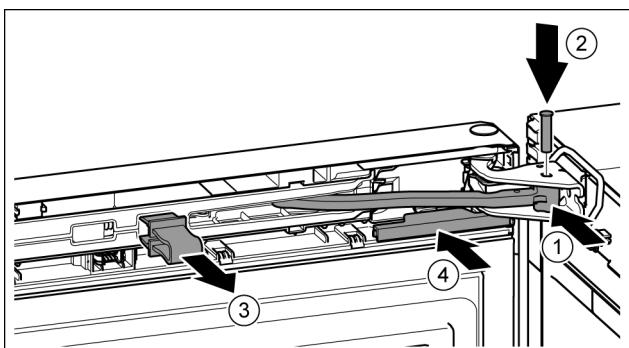

Fig. 42
- Gelenk in Lagerbock drehen. *Fig. 42 (1)*
- Bolzen in Lagerbock und Gelenk einsetzen. Dabei darauf achten, dass der Rastnocken korrekt in der Nut sitzt. *Fig. 42 (2)*
- Sicherung abnehmen. *Fig. 42 (3)*
- Abdeckung aufschieben. *Fig. 42 (4)*